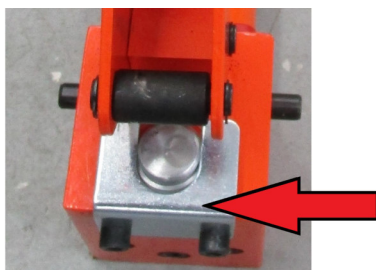

Abb. 3: Transportsicherung
Schritt 2: Die vier Rollen (68) am Fahrgestell-Träger (67) mit den Muttern (65) und Scheiben (66) festschrauben.
Schritt 3: Die Hubkrone (21) an der Oberseite des Kolbens (22) befestigen.
Schritt 5: Aus Sicherheitsgründen ist der Bügel zur Transportsicherung des Kolbens (Abb. 3) erst jetzt zu entfernen. Legen Sie dazu den Getriebeheber vorsichtig um, sodass das Pedal nach oben zeigt. Lösen Sie anschließend die beiden Innensechskantschrauben an der Unterseite des Getriebehebers und entfernen Sie den Sicherungsbügel.